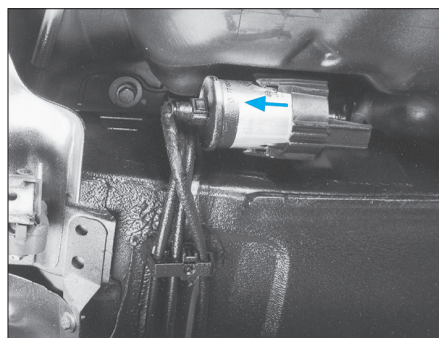

Fig. 31
- Respecter le sens d'écoulement du carburant (flèche sur le corps du filtre (Fig.31)),
- Rebrancher les canalisations munies de raccord rapide (2) (il n'est pas nécessaire d'utiliser la pince [1]).